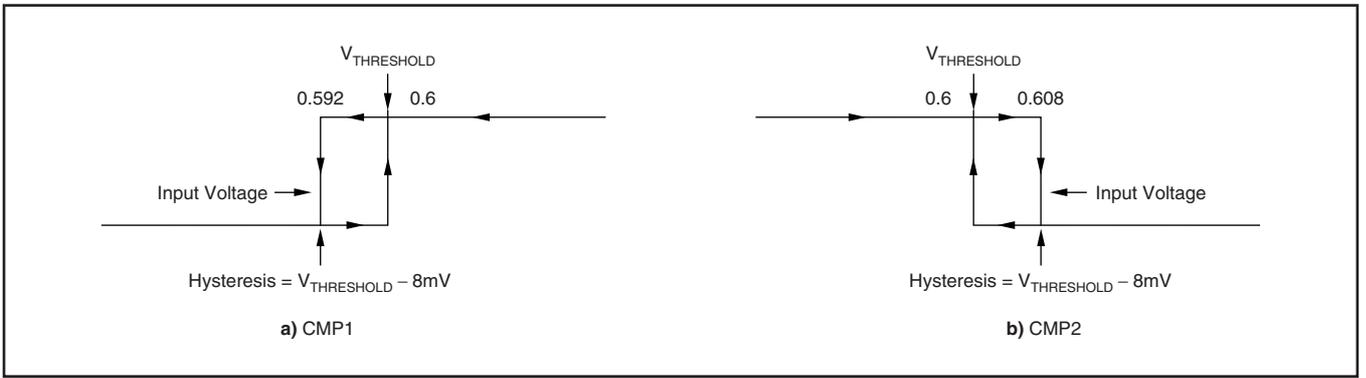

図1. コンパレータ・ヒステリシス
(1) ヒステリシスとは、コンパレータの非反転入力立ち上がりエッジのスレッシュホールドです(スレッシュホールドの規定は、非反転入力立ち上がりエッジに適用されます)。図1を参照。
(2) 設計上で規定されています。
(3) アプリケーション情報の「コンパレータの最大入力電圧範囲」セクションを参照してください。
(4) コンパレータの応答時間とは、入カステップを加えてから出力が1.4Vを超える瞬間までの時間です。
(5) RESET入力は内部で2M $\Omega$ (Typ.)によりプルダウンされています。RESETがオープンの場合、トランスベアレント・コンパレータ動作でLOW状態になります。
(6) コンパレータ2の遅延は、コンパレータ出力の立ち上がりエッジ/立ち下がり、両エッジに適用されます。